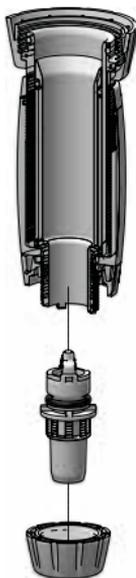

Fig. 24
- Dévisser l'écrou de verrouillage du clapet d'aspiration (**Fig. 24**)